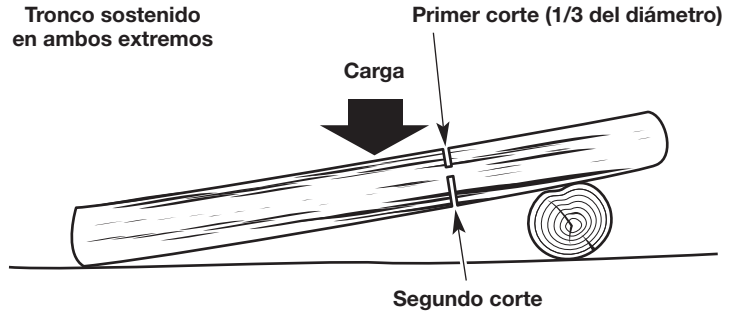

Fig. 30
- Si el tronco está sostenido en dos extremos (Fig. 30), haga el primer corte desde el lado de arriba (tronzado desde arriba). Consulte *Tronzado desde arriba*.